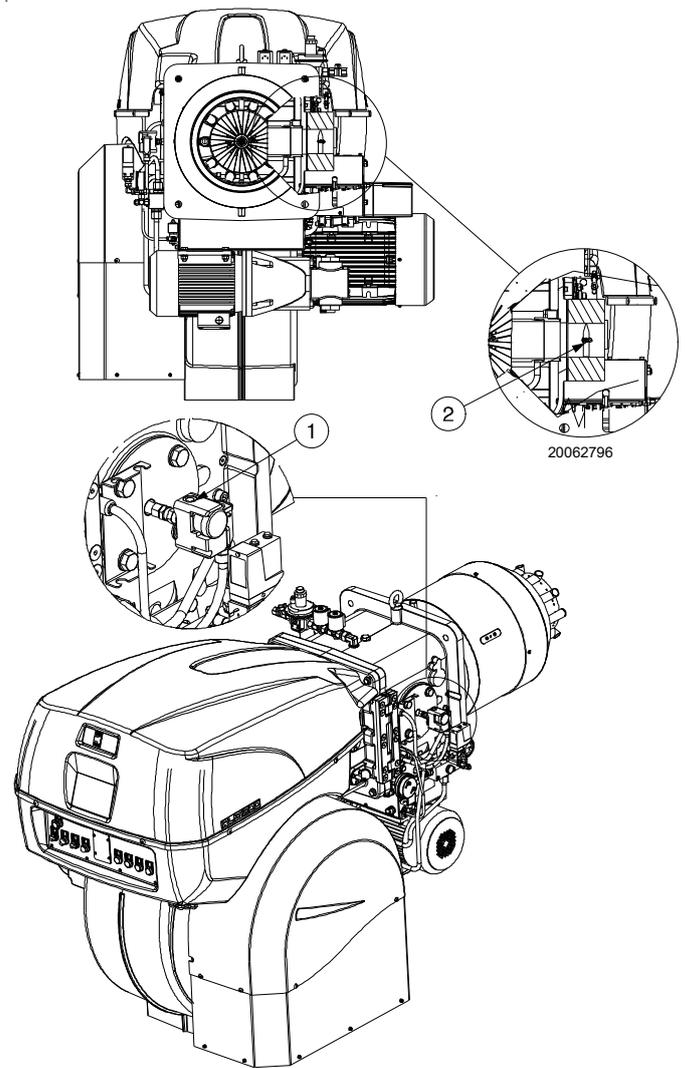

Abb. 24
Gasdruck, an der Entnahmestelle 1)(Abb. 24) gemessen mit:
Strömungsverlust Gasdrossel 2)(Abb. 24) bei maximaler Öffnung: 90°.
- Ziehen Sie vom Gasdruck am Anschluss 1)(Abb. 24) den in der Brennkammer vorhandenen Druck ab.
Gasdruck an der Entnahmestelle 1)(Abb. 24) = 44,2 mbar
Um stattdessen den an der Entnahmestelle 1) notwendigen Gasdruck zu ermitteln (Abb. 24), nachdem die höchste Modulationsleistung festgelegt wurde, bei der Brenner arbeiten soll:
- Lesen Sie rechts, in Spalte 1, den Druck an der Entnahmestelle 1)(Abb. 24) ab.
An der Entnahmestelle 1)(Abb. 24) erforderlicher Druck.